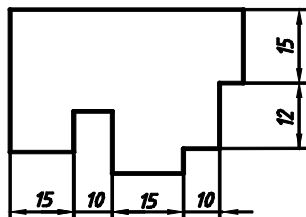

Fig. 2.10. Cotare în serie
- **cotarea în serie**, care constă în așezarea cotelor pe o singură linie (fig. 2.10);